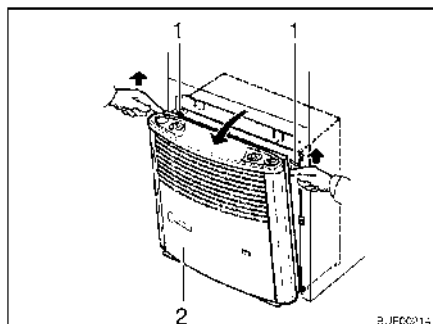

Fig. 98 Extraer el revestimiento de la calefacción
- Retirar el revestimiento de la calefacción (Fig. 98,2). Para ello, tirar hacia adelante la parte superior del revestimiento, presionar los muelles de sujeción (Fig. 98,1) a los lados hacia arriba y abatir el revestimiento hacia adelante.